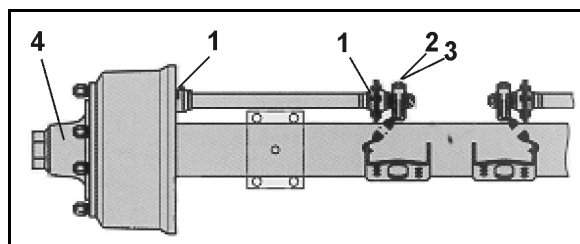

Fig. 68
- Fig. 68: Axel med S-kambroms / ving-kambroms